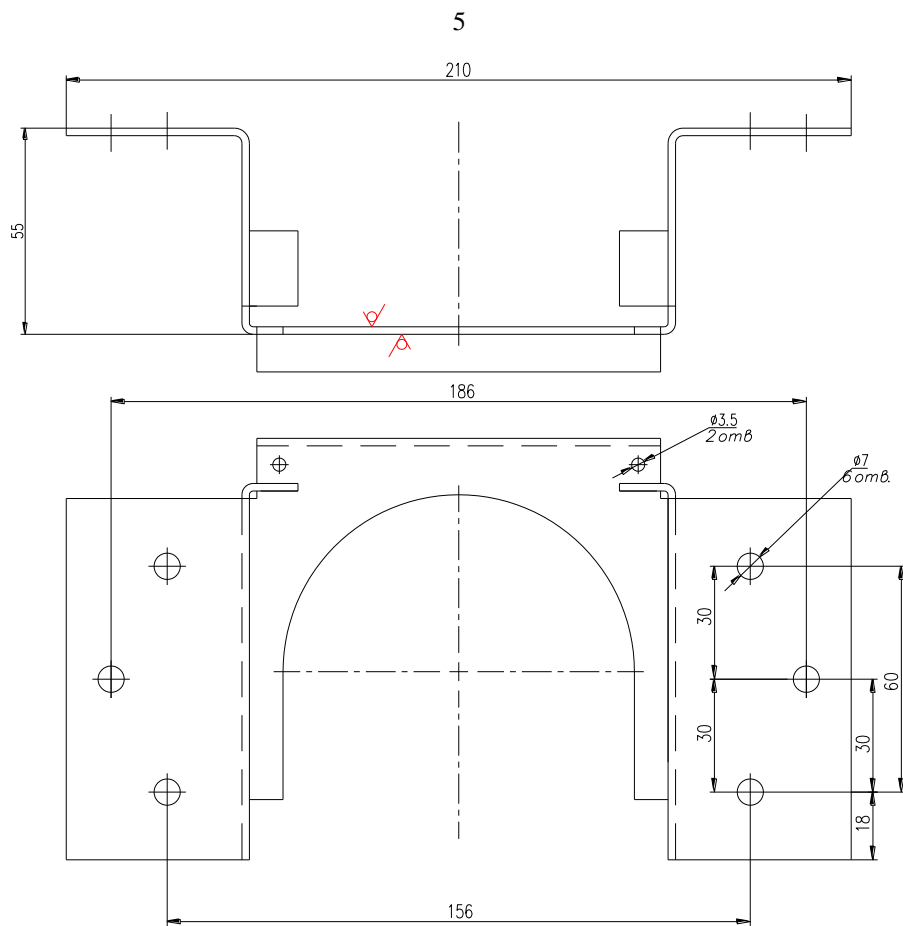

Рис. 3 - Крепёжная площадка МПП
6.3 Закрепить крепёжную(ые) площадку(и) модуля(ей) в соответствии с определёнными местами (по п.6.2). Координаты отверстий для крепления МПП показаны на рис. 3.